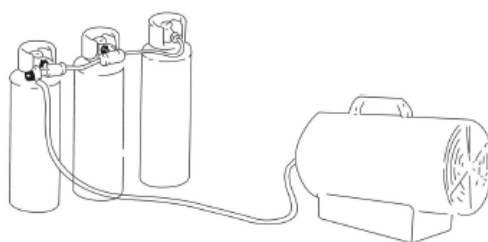

Figura 1
- 1.9. Si el calefactor debe funcionar durante un largo período a su capacidad máxima, es posible que se forme hielo en la bombona. Esto se debe a una extracción excesiva de vapor. Bajo ninguna circunstancia debe calentarse la bombona. Para evitar este efecto, o al menos reducirlo, utilice una bombona de mayor capacidad o dos bombonas conectadas entre sí (Figura 1).